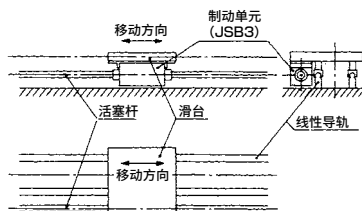

图1
■ 如图1所示使用时，已将制动单元固定到滑台上，因此请将活塞杆与滑台的移动方向保持平行。